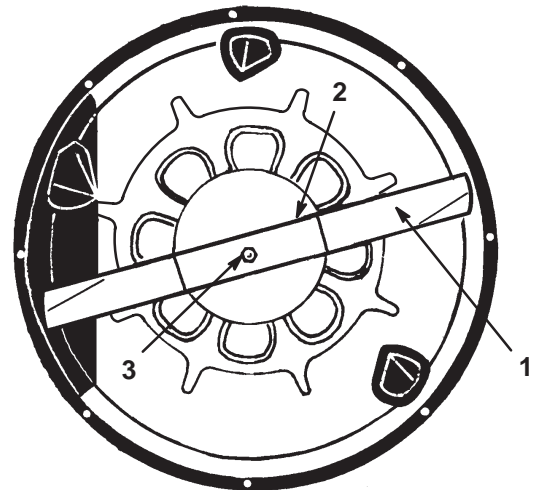

Bild 28
6. Halten Sie das Ende des Messers mit einem stark wattierten Handschuh oder wickeln Sie einen Lappen um es herum. Entfernen Sie die Messerschraube, die Wellenscheibe, die Messerverstärkung und das Schnittmesser (Bild 28). Sie können einen Holzklötzchen zwischen das Schnittmesser und das Mähwerk keilen, um das Schnittmesser beim Entfernen der Schraube zu blockieren.
1. Bauen Sie das Messer, die Messerverstärkung, die Wellenscheibe und die Messerschraube ein (Bild 28).